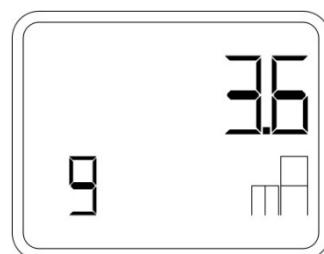

Рисунок 28 – Выбор аварийного значения тока
- При помощи кнопок «↑» и «↓» (или «+» и «-») установить значение аварийного тока: 3,6 mA или 22,8 mA (рисунок 28).